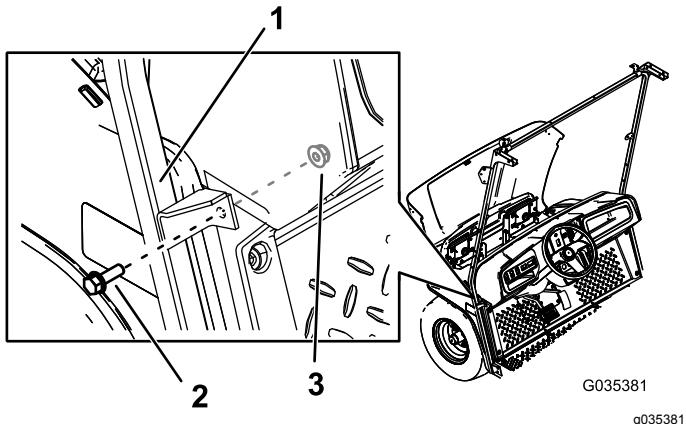

Figura 5
4. Prenda o suporte do meio do suporte do limpapará-brisa à máquina utilizando dois parafusos flangeados sextavados (5/16 x 1 pol.) e duas porcas (5/16 pol.) nos furos que efetuou(Figura 5).